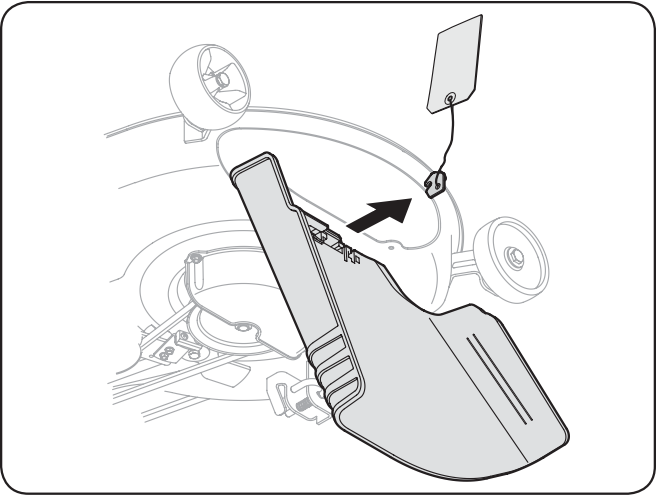

Figure 3-1
1. Repérez le support de la goulotte d'éjection et son étiquette d'avertissement sur la droite du plateau de coupe, Voir la Figure 3-1.